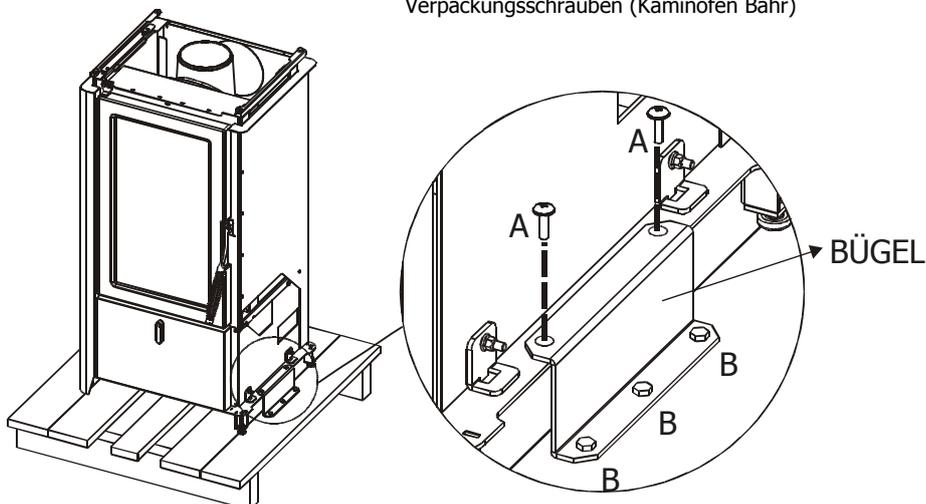

Abbildung 1 - Entfernung der Verpackungsschrauben (Kaminofen Bahr)
Die Verpackung öffnen und die Seitenwände entnehmen, indem die drei Schrauben, wie im Abs. 4.3 beschrieben, entfernt werden. 4.3. Nachdem die Seitenwände entnommen worden sind, die zwei Schrauben (A) vom Bügel entfernen, der sich jeweils an der rechten und linken Unterseite des Kaminofens befindet (Abb. 1).